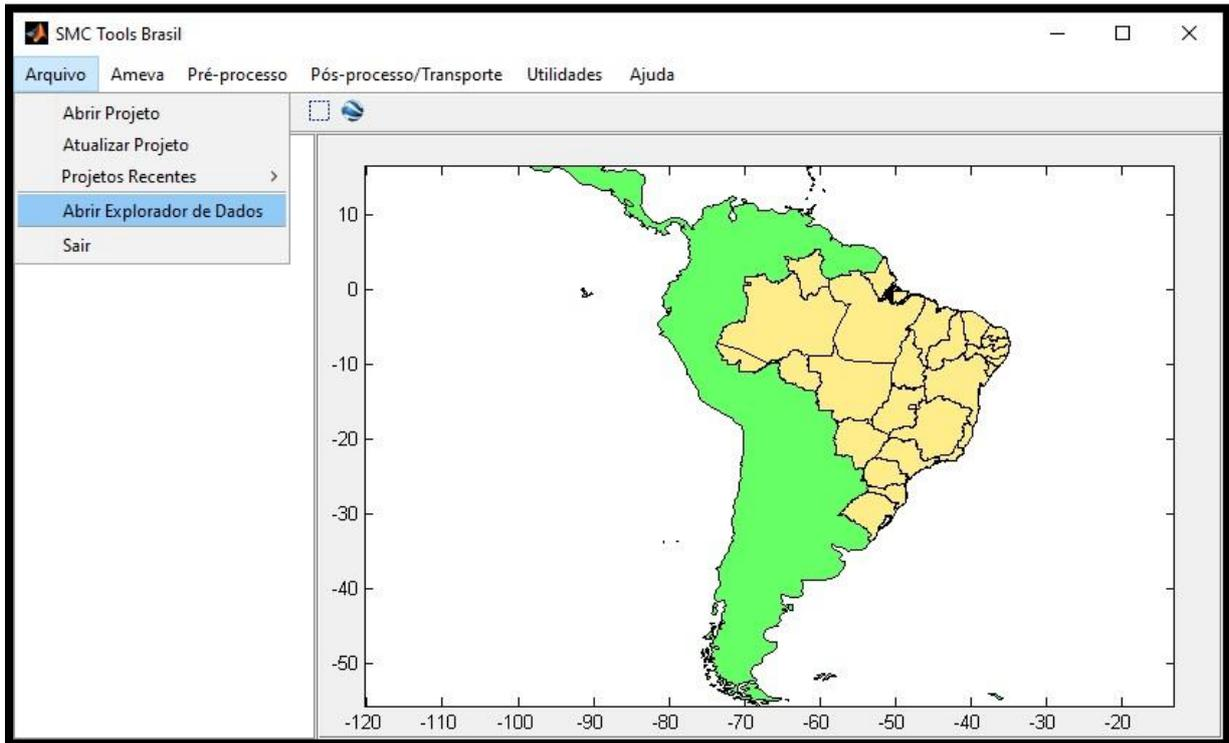

Figura 9 – Abrir a base de dados do IH-DATA.
- 3) Na barra de menu, abrir “Arquivo” e selecionar “Abrir explorador de dados”. No plano de trabalho aparecerá um mapa da América do Sul (Figura 9). Neste momento, foram carregados os dados batimétricos (BACO) e de ondas (DOW) na interface do SMC Tools;